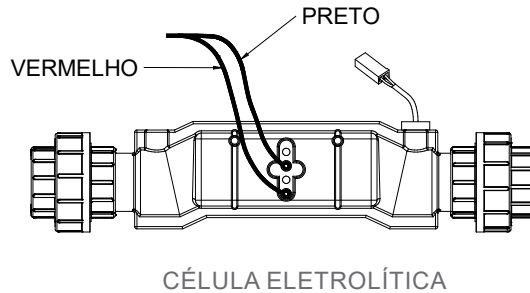

Figura 18
**Célula eletrolítica:** Identifique em seu módulo de energia os cabos vermelho e preto. Ligue os fios vermelho (+) e preto (-) do módulo de energia nos terminais da célula eletrolítica, garantindo um bom aperto dos parafusos do borne (Figura 18).